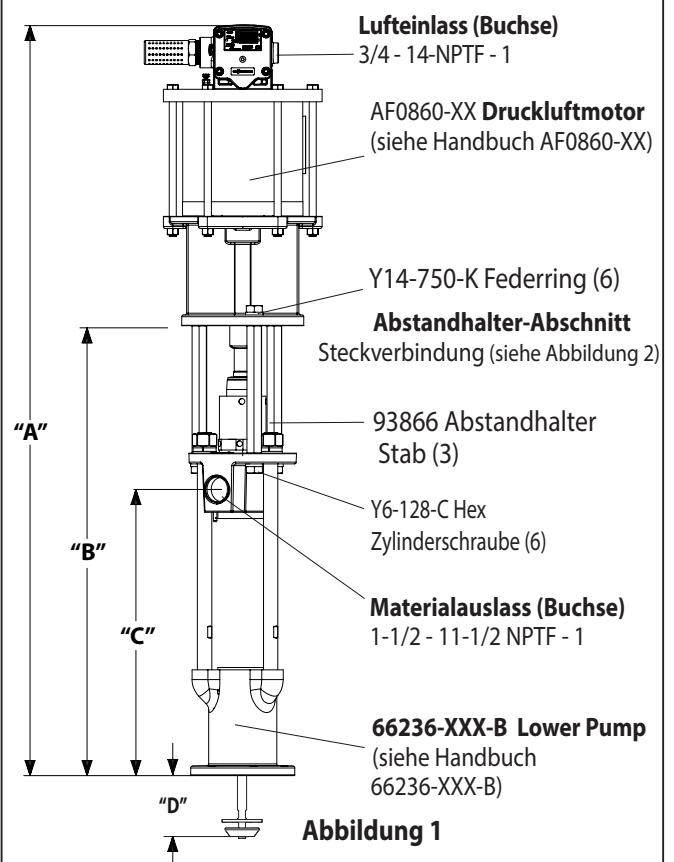

Abbildung 1
- Entfernen Sie drei Zylinderschrauben (Y6-128-C) und (Y14-750-K)-Sperr Unterlegscheiben aus den drei (93866) Abstandshalter-Stäbe (siehe Abbildung 1).